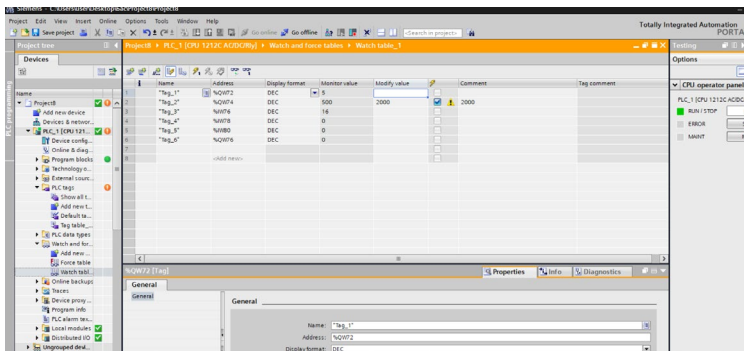

Рисунок 22 – Отправка записанных параметров в ПЧ
15. После успешного подключения и введения необходимых параметров нажать «Monitor all» и после этого «Modify all selected values once and now» (рисунок 22).